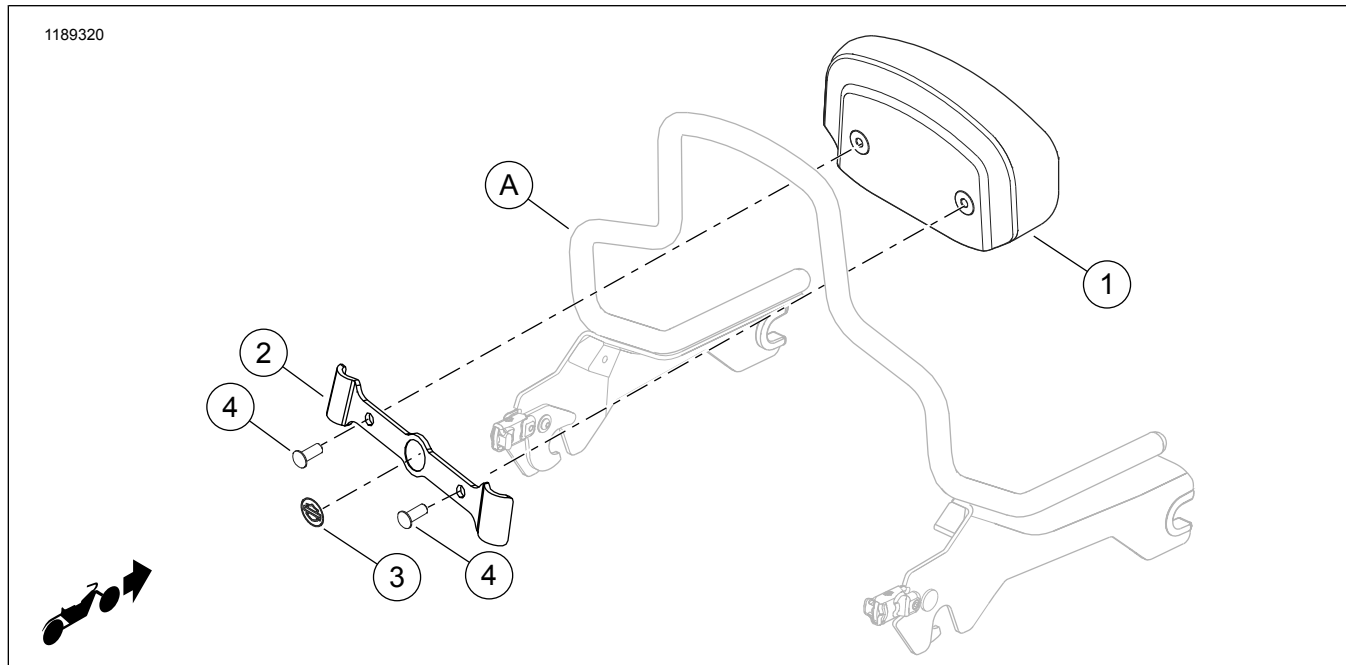

図3。交換用パーツ: Softail Compact Backrest Pad Kits (Softailコンパクトバックレストパッドキット)
「図3」および「表1」を参照してください。
1. 「図3」を参照。必要に応じて、プラスチックがねじ山にはさまらないよう、バックレストパッド(1)の事前に切断された2つのスクリー穴から、透明なプラスチックレインシールを切り離します。
6. 「図3」を参照。キットのスクリー(4)をブラケット(2)に挿入し、慎重にバックレストパッドの対応する穴に4~5回転させ、挿入します。その他のスクリーを繰り返します。両方のスクリーを挿入するまでスクリーを締め付けないでください。